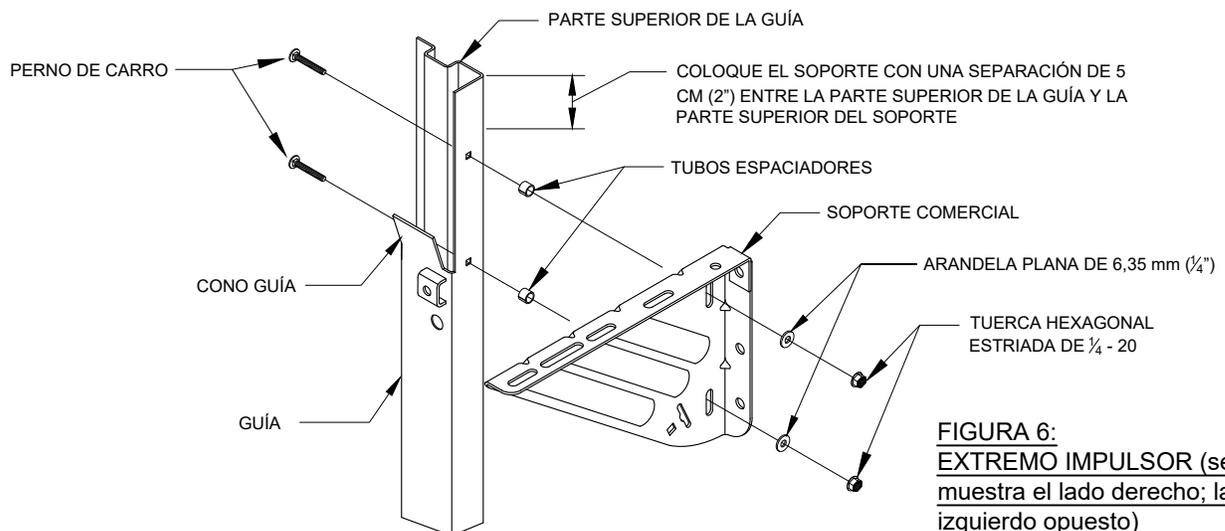

FIGURA 6:
- ☞ **Unidad motriz de cadena manual reducida:** Sujete los soportes comerciales a las guías, situando la parte superior del soporte 5 cm (2") debajo de la parte superior de la guía. Instale el soporte de la unidad motriz utilizando 2 pernos de carro de 1/4 - 20 x 1 3/4", 2 tuercas hexagonales estriadas de 1/4 - 20 y 2 arandelas planas de 6,35 mm (1/4"). Inserte un tubo espaciador de 1,27 cm (1/2") de largo entre la guía y el soporte en cada ubicación de perno. Vea la figura 6.
- ☞ **Operación con motor de eje elevador:** Sujete los soportes comerciales a las guías, situando la parte superior del soporte 5 cm (2") debajo de la parte superior de la guía. Instale el soporte de la unidad motriz utilizando 2 pernos de carro de 1/4 - 20 x 2 1/2", 2 tuercas hexagonales estriadas de 1/4 - 20 y 2 arandelas planas de 6,35 mm (1/4"). Inserte dos tubos espaciadores de 1,9 cm (3/4") de largo entre la guía y el soporte en cada ubicación de perno. Vea la figura 6.
- ☞ **Operación con motor Pantheon:** Instale el soporte la unidad motriz con un espaciado de 3,8 cm (1 1/2") entre el exterior de la guía y el interior del soporte. No se proveen espaciadores para esta aplicación. Ubique la superficie superior del soporte 5 cm (2") debajo de la parte superior de la guía. Vea la figura 6. (No se proveen espaciadores)